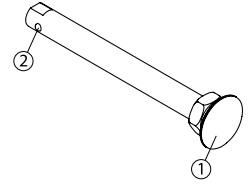

Abb. 6
Drücken Sie zum Abnehmen der Hinterräder die Taste in der Mitte der Radnabe (Abb. 6) und ziehen Sie dann das Rad ab (1).
- Achten Sie immer darauf, dass die Rastkugeln (2) aus der Achsdurchführung herausragen, sodass das Rad sicher geschlossen ist.